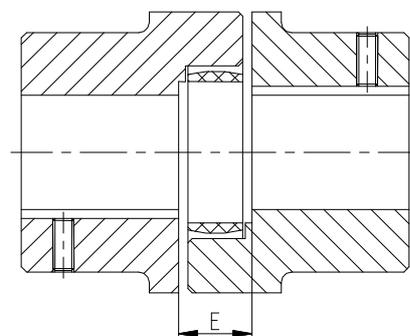

Рис. 11: Монтаж муфты
- Переместите агрегаты в осевом направлении так, чтобы выдержать размер-Е (см. рис. 11).